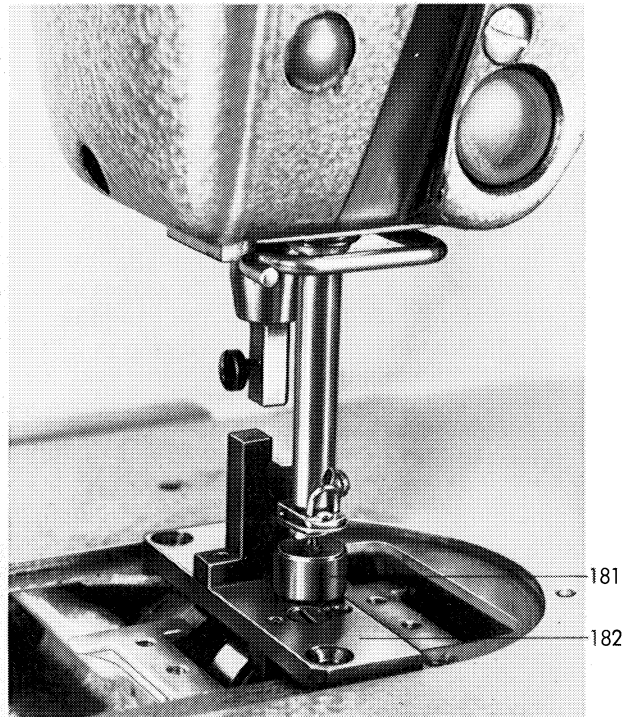

Abb. 31
3. den erforderlichen Einstellstift 181 (Abb. 31) in die abgesenkte Bohrung der Grundplatte 182 und die Grundplatte so auf die Stichplattenauflage setzen, daß der Einstellstift sich unter der Nadel-